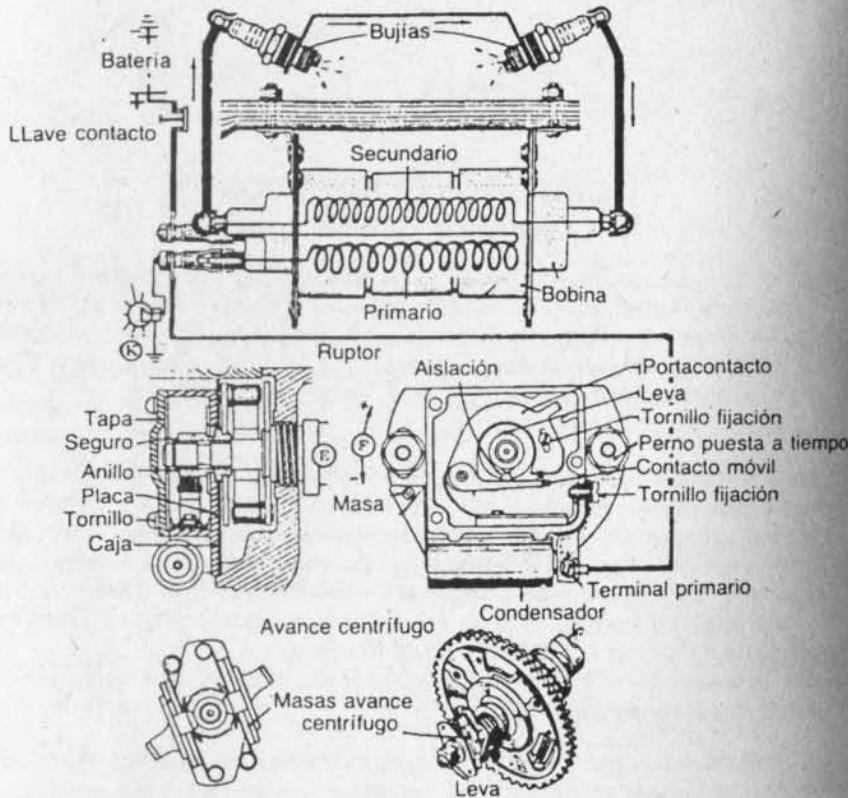

Fig. 4-1.— Circuito de encendido Citroën 2 y 3CV
**2. Circuito de encendido.**— Se compone de una bobina, instalada en la barra soporte de los faroles, un ruptor especial ubicado tras el ventilador y de dos bujías, una en cada culata de los cilindros del motor (Fig. 4-1).